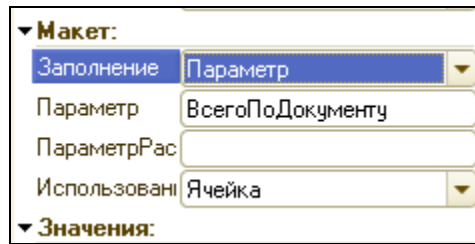

Рисунок 2.25 Свойства ячейки ВсегоПоДокументу
4. Правой кнопкой мыши вызвать свойства последней заполненной ячейки и настроить поле **Заполнение** (рис.2.25).